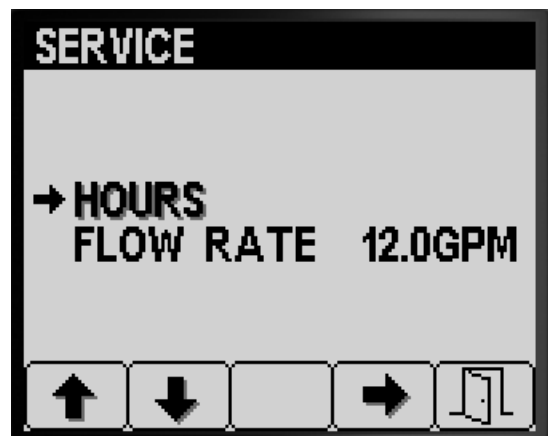

Bild 80
- Drücken Sie Taste 1 oder Taste 2 auf dem Service-Bildschirm, bis Sie die Option HOURS erreichen (Bild 80).
- Drücken Sie Taste 4, um den Eintrag „Hours“ auszuwählen (Bild 80).